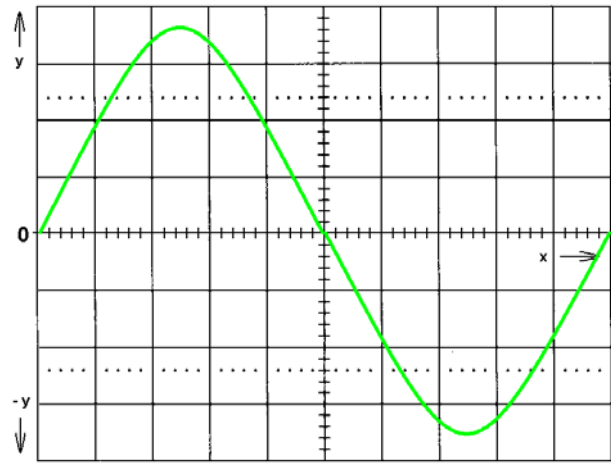

Bild 3
6. Kanal 1 Wechselspannung AC einstellen (22), **Nullposition der sinusförmigen Wechselspannung mit Schalter (16) und Drehregler (17) einstellen!**
Wenn die neg. Halbwelle als erstes angezeigt wird, Schalter +/- (11) betätigen (*Bild 3*).
7. Beide Kanäle gleichzeitig anzeigen, (27) aus-, (28 und 29) einschalten.